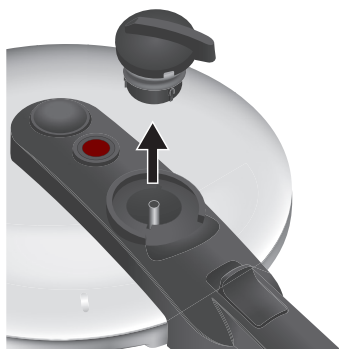

Fig. 21: Soulever le régulateur de pression
4. Poussez le régulateur de pression vers le bas et tournez-le sur la position . Soulevez le régulateur de pression (voir fig. 21). Nettoyez le régulateur de pression à l'eau courante. Enlevez également le joint en silicone et nettoyez-le séparément.